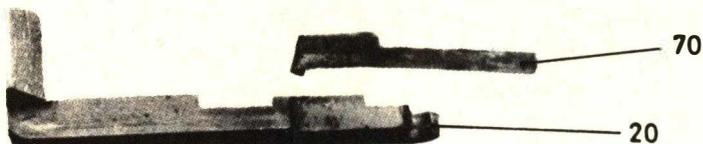

Figure 23
8. Ressort de l'arrêteoir de culasse (Figure 23)